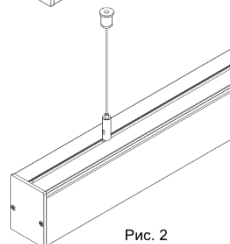

Рис. 2
- Подвесить светильник на нужной высоте при помощи тросовых подвесов (рисунок 2). Тросовые подвесы в комплект поставки не входят. Тросовый подвес надо закрепить в специальном пазу на корпусе светильника: снять боковую крышку; установить подвес; одеть боковую крышку.